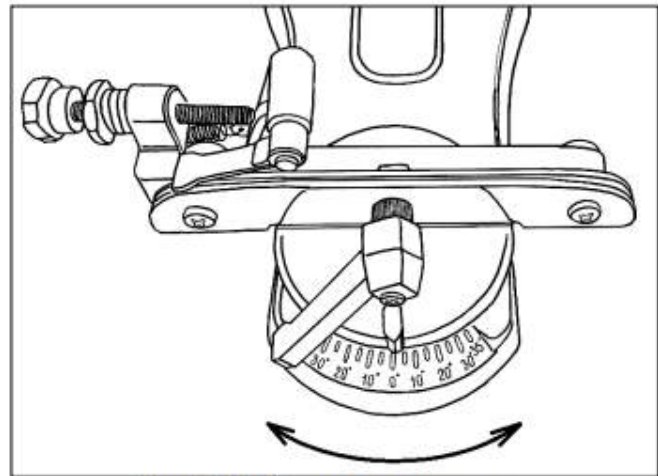

Рис.5 Выбор угла заточки
- Выберите необходимый угол заточки от 0° до 35° в зависимости от типа цепи и поверните рабочий стол, ослабив крепежную гайку, на соответствующий угол по шкале (рис.5) и затяните гайку. В большинстве случаев, цепи имеют угол заточки $25^\circ - 30^\circ$.